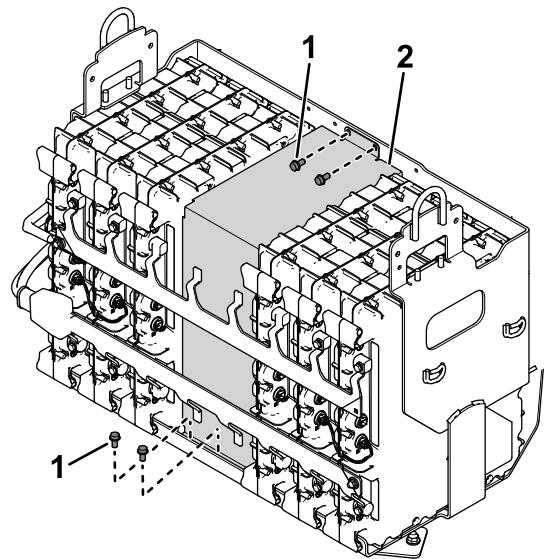

図 9
- A. 先ほど取り外したボルトを使用して、バッテリー搭載部の空きスペースにバッテリースペーサを取り付ける 図 9。